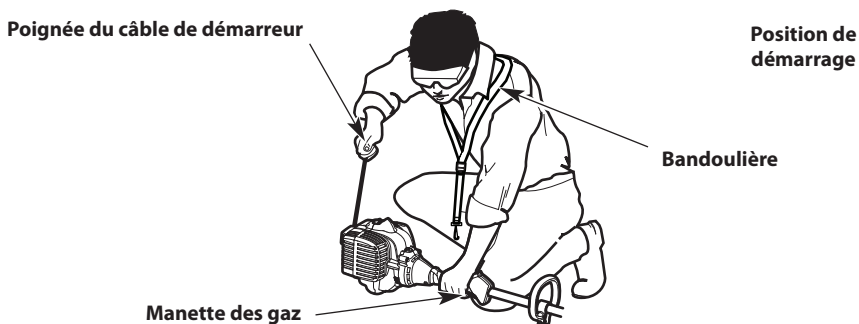

Fig. 12
AVERTISSEMENT : Évitez tout démarrage accidentel de l'appareil. Pour éviter toute blessure grave, l'opérateur et l'appareil doivent être tous deux en position stable quand l'opérateur tire sur le câble de démarreur (Fig. 12).
3. Accroupissez-vous en position de démarrage (Fig. 12).
5. Tirez sur la corde de démarrage en effectuant un mouvement contrôlé et ferme à **5 reprises** (Fig. 12).
7. Tirez sur la corde de démarreur en un mouvement contrôlé et ferme à **5 reprises** pour démarrer le moteur (Fig. 12).